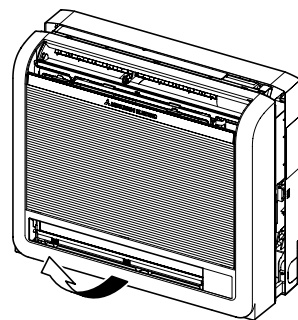

Fig. 3-4
- 4) Ανασηκώστε το πλαίσιο της πρόσοψης με τις γρίλιες για να το αφαιρέσετε από τη μονάδα. (Fig. 3-4)